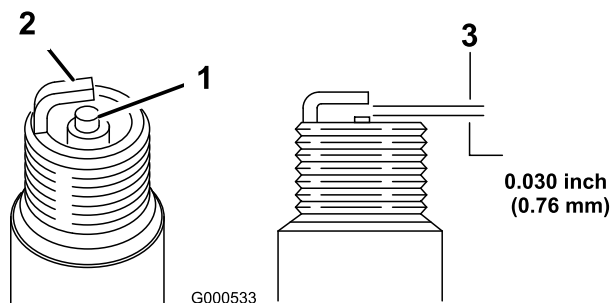

Figura 34
1. Controllate il centro della candela (Figura 34). Se l'isolatore è marrone chiaro o grigio, il motore funziona correttamente. Una patina nera sull'isolatore significa in genere che il filtro dell'aria è sporco.
- Controllate la distanza tra gli elettrodi centrale e laterale (Figura 34). Se la distanza non è esatta, piegate l'elettrodo laterale (Figura 34).